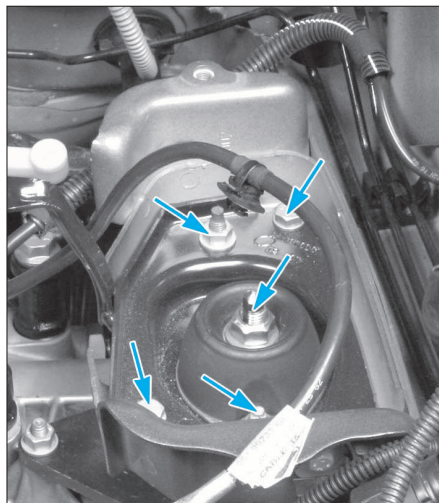
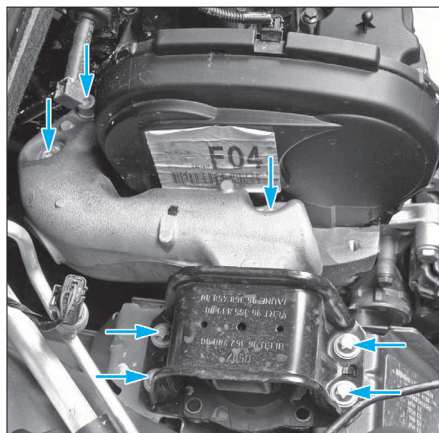

FIG. 46
FIG. 47
- Déposer les supports moteur gauche (Fig.46) et droit (Fig.47).